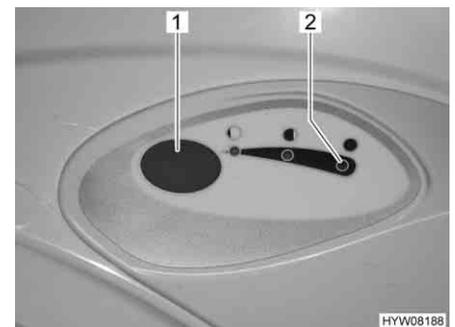

Fig. 191 Botón del inodoro/luz de control del inodoro Thetford
- Para lavar, pulsar el botón del inodoro azul (Fig. 191,1).
La luz de control (Fig. 191,2) se enciende cuando es necesario vaciar el depósito de aguas fecales.